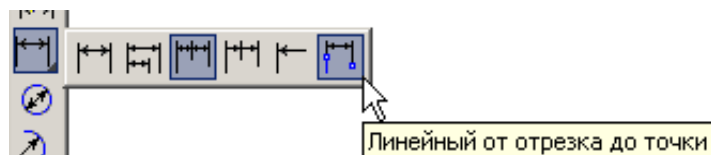

Рис. 12
6. Проставьте размеры. Глубину паза «10 » и длину отверстия «25» проставьте размером *Линейный от отрезка до точки*, рис. 12.